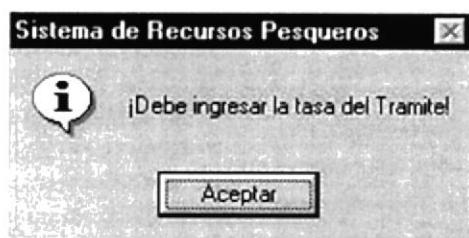

Figura 9.129 Mensaje Ingresar Tasa
5. Si se ha realizado un ingreso o una modificación y no escribió la tasa del trámite se mostrará el siguiente mensaje (ver figura 9.129).